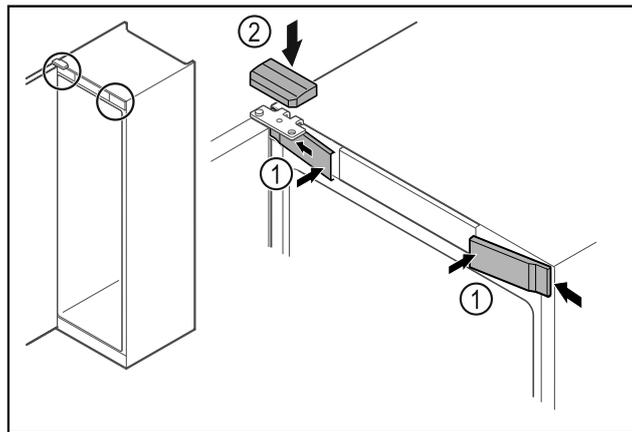

Fig. 63
- Futni nga anash kapakët mbulues të përparmë Fig. 63 (1) dhe mbërthejini.
- Mbërtheni nga lart kapakun mbulues të sipërm Fig. 63 (2).